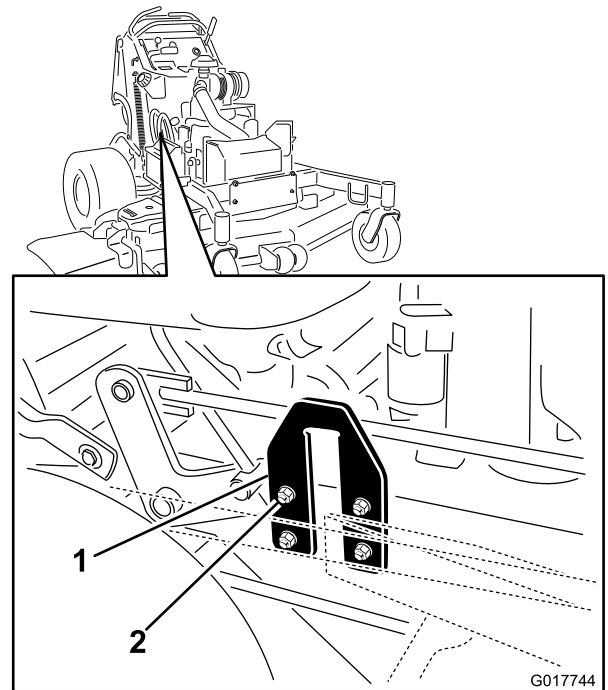

Figure 91
2. Trouvez les plaques en U sur le côté du plancher moteur (Figure 91).
3. Desserrez un côté de la plaque en U et montez ou abaissez la plaque pour réduire la différence entre les valeurs mesurées en **B** et **C** à 6 mm (1/4") maximum (Figure 91).